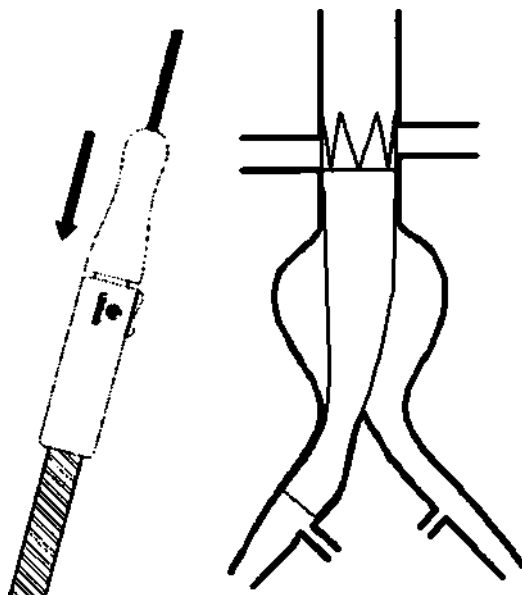

Рис. 9. Удаление системы доставки
- Удерживайте скользящий захват системы доставки неподвижно, разблокируйте спусковой механизм и оттяните назад передний захват для отведения наконечника к дистальному концу внешнего интродьюсера. Затем удалите систему доставки (рис. 9).